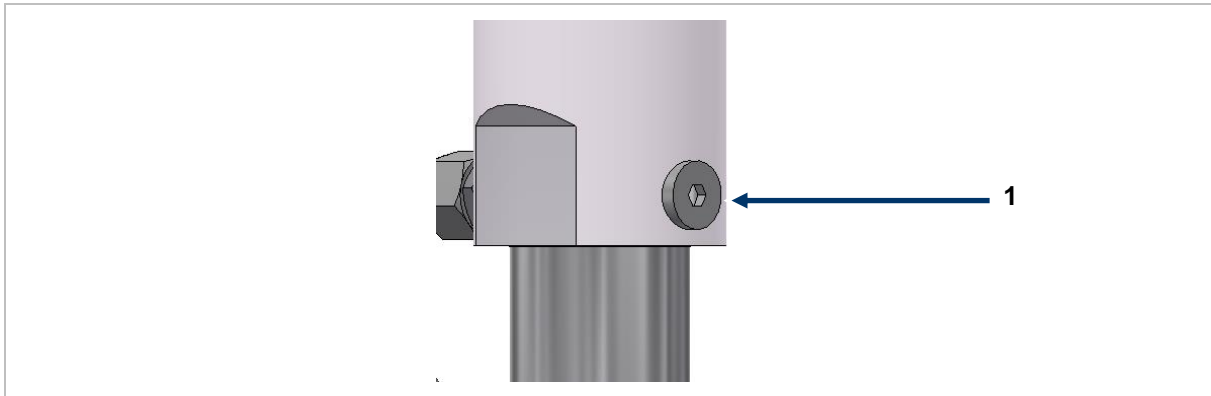

Abbildung 6 – Verschlusschraube
14. In der Entlüftungsvorrichtung **3** die Inbus-Schraube aufdrehen, sodass die Luft, die sich im Inneren der Booster Pump befindet, entweichen kann. Danach wieder verschließen, siehe Abbildung 6. Sobald Luft in der Booster Pump ist, ist diese zu entlüften. Luft könnte z. B. durch eine Fehlfunktion der Pumpe oder durch Fehlbedienung in die Booster Pump gelangen. Wurde die Walther Booster Pump an das Air Bubble Protection System (Luftblasenerkennungssystem) angeflanscht, so entfällt dieser Schritt.